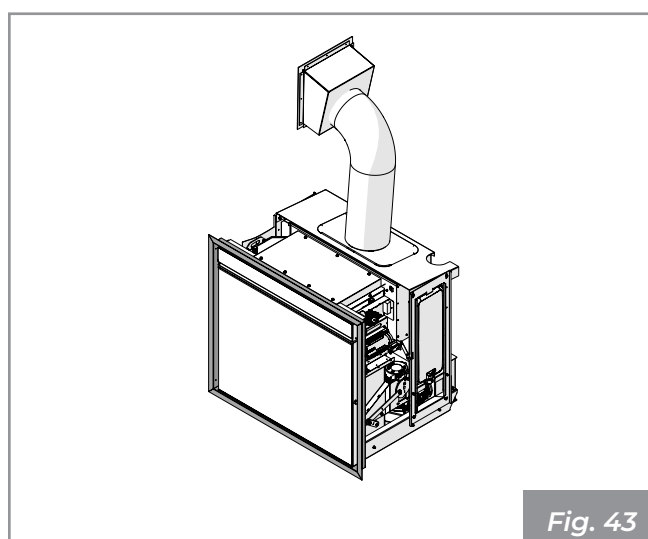

Fig. 43
- Marcos de acabado para pladur (**Fig. 43**).